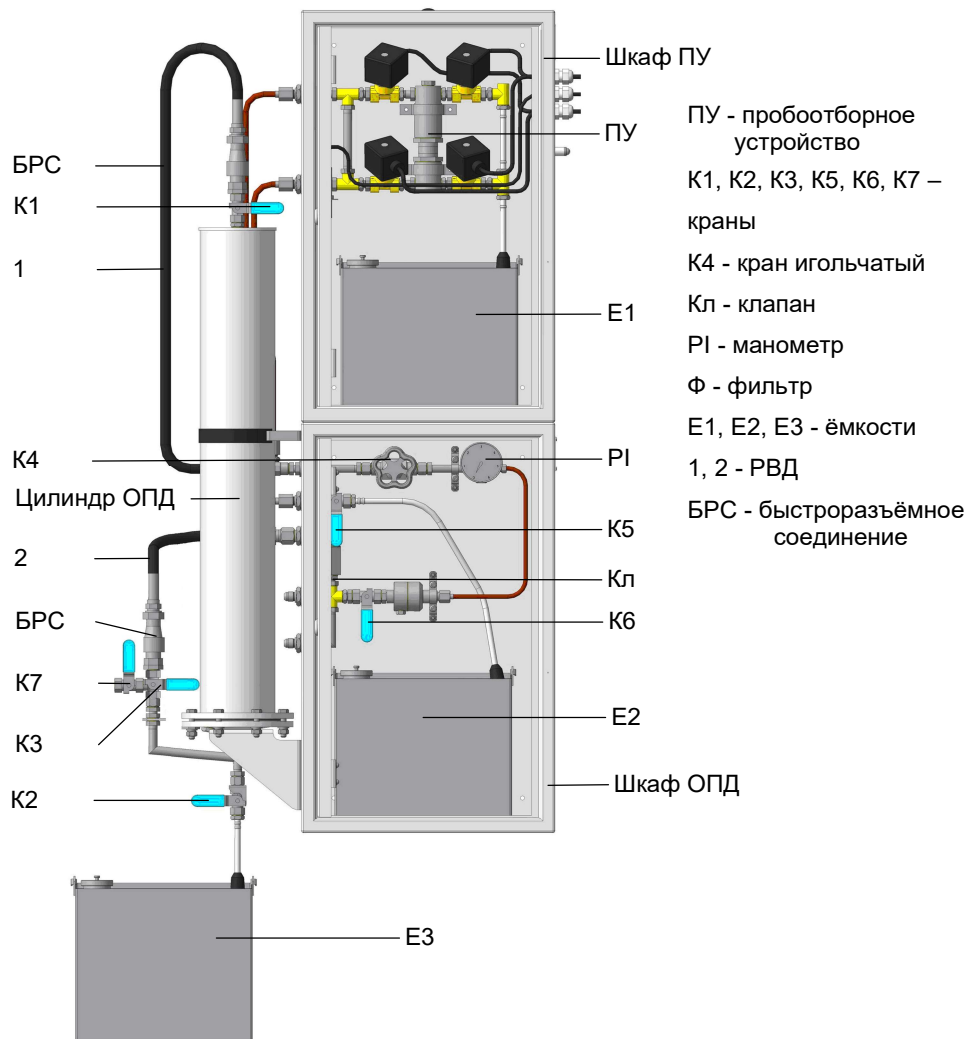

Рис. 15 – Монтаж пробоотборника «Пульсар-АП1-Д (ДВ)»
Подсоединить рукава высокого давления (РВД) 1 и 2 (Рис. 15) при помощи быстроразъемных соединений (БРС) к кранам К1 и К3 соответственно, на цилиндре ОПД.
2.3.10 Проверить герметичность соединений (Рис. 15):
Внимание! Для смягчения гидроудара при открывании потока кран К4 предусмотрен игольчатым. Рекомендуем все краны открывать и закрывать всегда постепенно и полностью, особенно К3 и К2 (Рис. 15).
2.3.11 Удалить воздух из пробоотборника (Рис. 15):